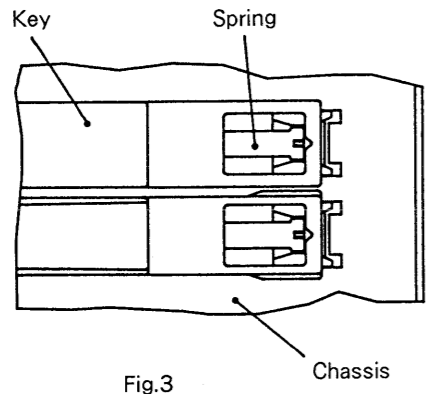
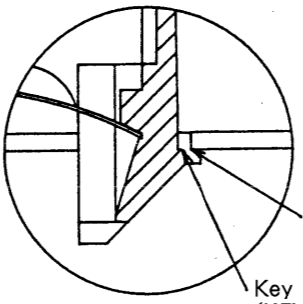

Fig.3 Detail A (矢視A部詳細)
Fig.4 Detail B (B部詳細)
2.Pulling the key in the direction of arrow 2, disengage the key fulcrum from the chassis. See Fig.3 and Fig.4 for disengage status.
2.KEYを手前(方向2)に引き、KEY支点部をシャーン係合部から離します。 Fig.3、Fig.4は、離された状態です。